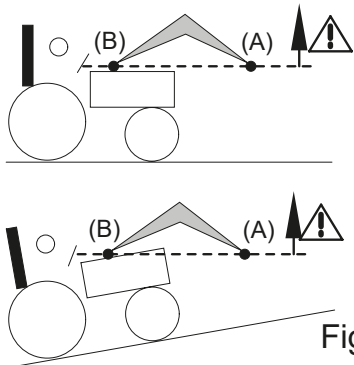

Fig. 2
- Durante a operação de levantamento e durante a deslocação, tenha o cuidado de observar sempre a carga a partir do momento em que o ponto de rotação do implemento (A) ultrapassar a horizontal do ponto de rotação da pá carregadora (B) [consulte a fig. 2]. Se for necessário, corrija a posição do implemento para que a carga nunca fique direcionada para o condutor [consulte a fig. 3].
! **PERIGO:** Se a carga não estiver devidamente fixa, existe o perigo de queda da carga para o operador quando o ponto de rotação do implemento (A) ultrapassa a horizontal do ponto de rotação da pá carregadora (B) [consulte a fig. 2].
! **PERIGO:** É proibido escavar com a pá carregadora quando o ponto de rotação do implemento (A) ultrapassar a horizontal do ponto de rotação da pá carregadora (B) [consulte a fig. 2].